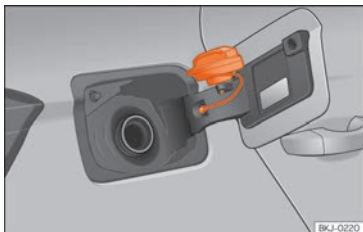

Abb. 154 Tankklappe mit aufgestecktem Tankverschluss.
- Platzieren Sie den Verschluss in der Aussparung, die sich im Scharnier der geöffneten Tankklappe befindet »» [Abb. 154].